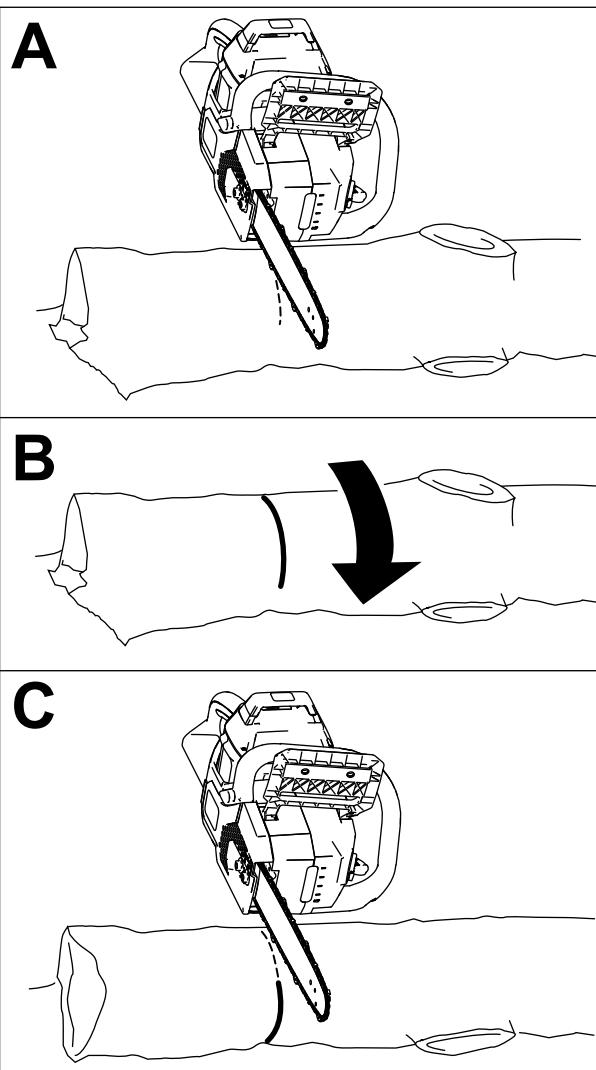

Bild 21
- Wenn die gesamte Länge des Stammes auf einem flachen, ebenen Boden aufliegt, schneiden Sie ein Drittel des Durchmessers von oben durch, rollen Sie den Stamm dann um und machen Sie einen weiteren Schnitt, um auf den ersten Schnitt zu treffen (Bild 21).